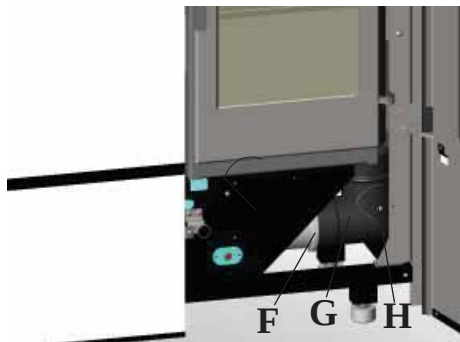

Abb. 5
Für den Anschluss reicht es, ein (nicht mitgeliefertes) Rauchabzugsrohr aus Edelstahl mit 8 cm Durchmesser auf den bereits im Ofen eingebauten Muffenkrümmer (G-Abb.5), an den man durch Öffnen der rechten Glastür (Abb. 5) gelangt, zu stecken.
- Die Befestigungsschelle (F-Abb. 5) des Verbindungskrümmers lösen und diesen um 90° drehen.